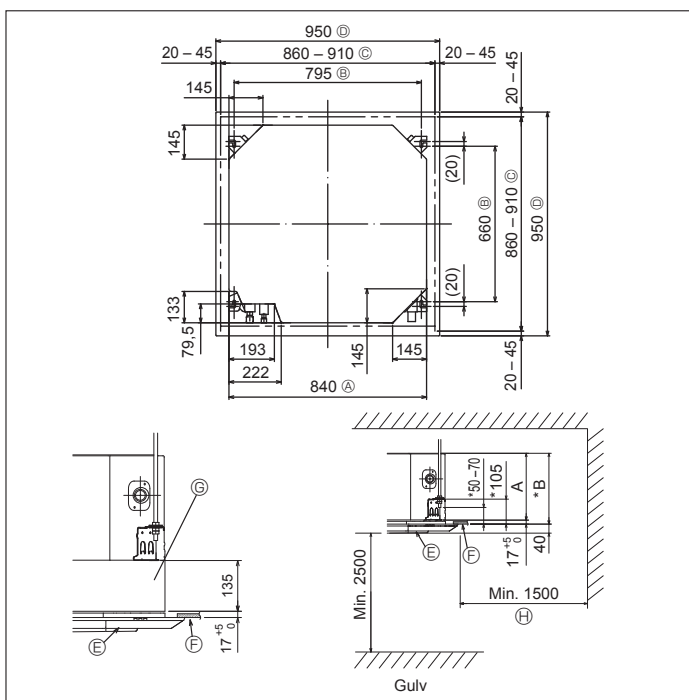

Fig. 3-2
3.2. Takåpninger og installasjonssteder for opphengsbolt (Fig. 3-2)
- Dimensjonene på takåpningen kan reguleres innenfor området vist i Fig. 3-2; så sentrer hovedenheten i åpningen i taket, mens du påser at de respektive motsatte sidene på alle sider av klaringen mellom dem blir identiske.